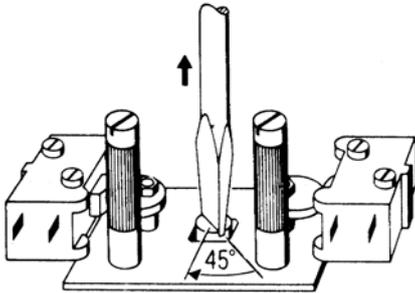

Рис. 3.4.2.1 г: Подсоединение среднего привода
- Отсоедините средний привод. Для этого нажмите кнопку 1 (рис. 3.4.2.1 а) и поверните на 45 ° (рис. 3.4.2.1 б). Теперь средний привод отсоединён (рис. 3.4.1.2 в).